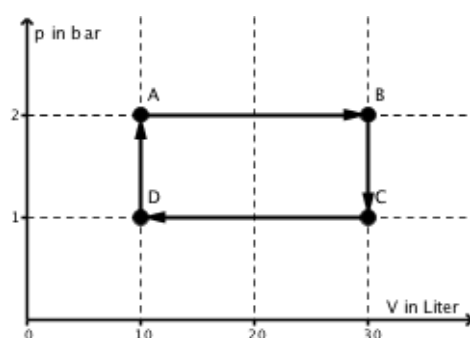

Abbildung 1: Diagramm zu Aufgabe 4
4. Ein ideales Gas hat im Zustand A (Abb. 1) die Temperatur 20 °C.